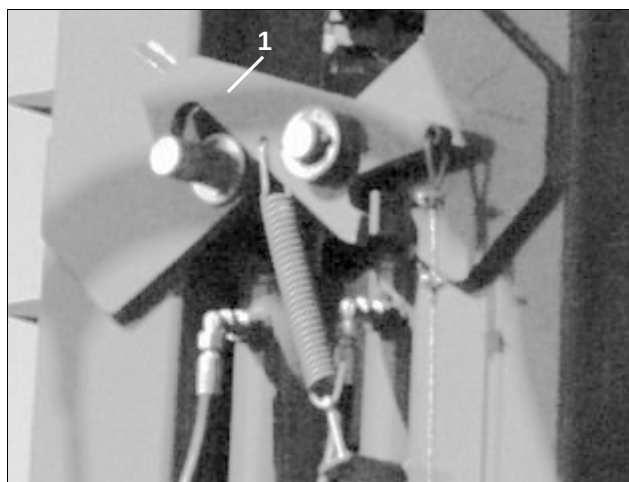

Fig. 33
- Lyft upp chassit helt (till anslag) med en dubbelverkande manöverventil, för att frigöra låsningen av sidosektionerna (Fig. 33/1).